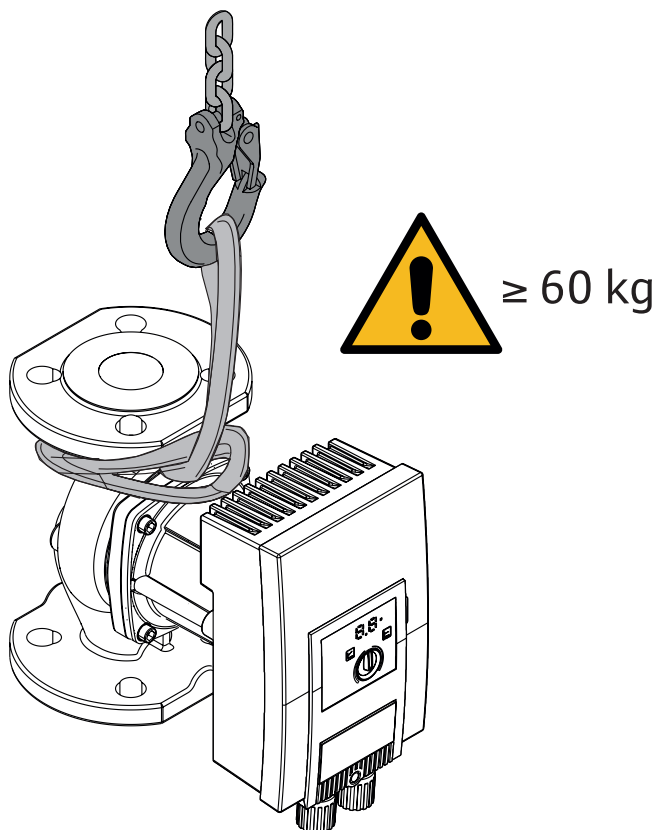

Fig. 3: Kuljetus
- Kanna laitetta vain moottorista tai pumpun pesästä → Fig. 3.